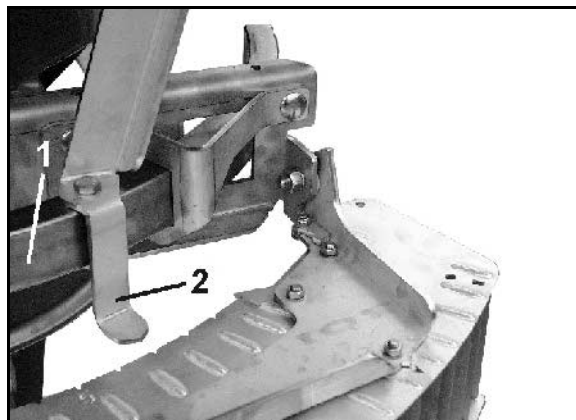

Рис. 74
2. Сдвигайте защитный экран по направляющей скобе (Рис. 74/1) до тех пор, пока стрелка (Рис. 74/2) не будет стоять на устанавливаемом значении из таблицы норм внесения удобрений (Рис. 72).